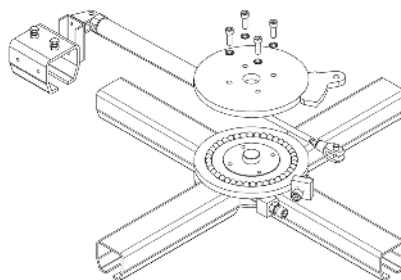

Abb. 65
- Jährlich die Stopper der Drehscheiben überprüfen und ggf. nachstellen (Abb. 65).